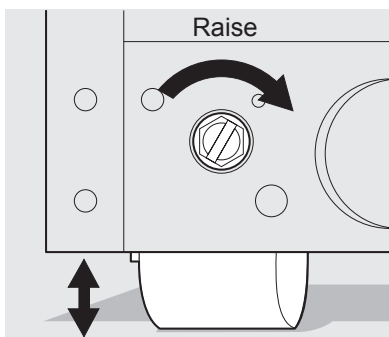

Figura 2
- 2 Use un destornillador plano o una llave de vaso de 3/8" para elevar o rebajar las ruedas frontales (figura 2).